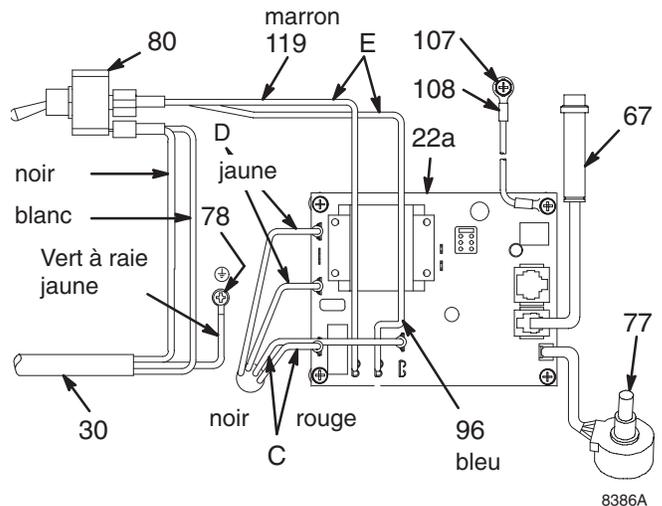

Fig. 4
4. Fig. 4. Ôter les vis (25, 26). Abaisser la carte de commande (22a). Débrancher les deux fils (C) reliant le moteur à la carte.
1. Fig. 4. Raccorder ensemble les fils noir et rouge (C) du moteur avec un fil de test. Faire tourner à la main le ventilateur du moteur à la vitesse de deux tours à la seconde environ.
7. Tapoter sur la partie inférieure arrière du carter d'entraînement (2) à l'aide d'un maillet en plastique pour le dissocier du moteur. Sortir le carter d'entraînement tout droit du moteur en guidant le fil du capteur de pression (A) hors du moteur. Faire attention de ne pas faire tomber l'engrenage (13). Lire la rubrique ATTENTION à la page 15.
8. Retirer quatre vis (75) et soulever le moteur et l'enlever du chariot (70).
9. Aligner le nouveau moteur sur le chariot et remettre les vis (75).
10. Aligner le nouveau moteur sur le chariot et remettre les vis (75).
12. Brancher les fils sur la carte de commande moteur (22a). Voir Fig. 4. Monter la carte de commande moteur.
13. Connecter la tige de piston (222) au carter d'entraînement; voir la rubrique **Remontage de la pompe**, point 2 à la page 11 ainsi que la MISE EN GARDE suivant celle-ci.
14. Remettre le capotage (32) et le capot du carter d'entraînement (11).
3. Débrancher les fils (C), (D), (96), (E) et 108 de la carte de commande moteur (22a). Voir Fig. 4.
4. Débrancher le potentiomètre (77) et le capteur (67) de la carte de commande moteur (22a).
6. Monter une nouvelle carte de commande moteur (22a) en la fixant avec quatre vis. Rebrancher tous les fils et fixer le contrôleur de chaleur (22) sur la boîte de raccordement (20).